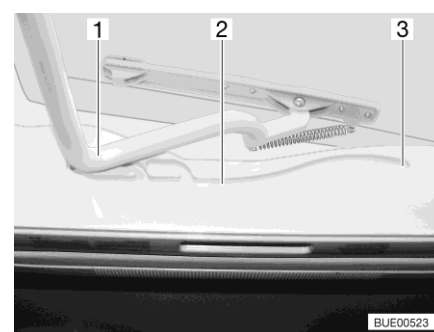

Fig. 34 Guía (claraboya inclinable)
- Tirar el estribo (Fig. 34,1) en las guías (Fig. 34,2) hasta la posición trasera final (Fig. 34,3).
- Empujar el estribo (Fig. 34,1) ligeramente hacia arriba con ambas manos.
- Tirar el estribo en las guías (Fig. 34,2) hasta la posición deseada.